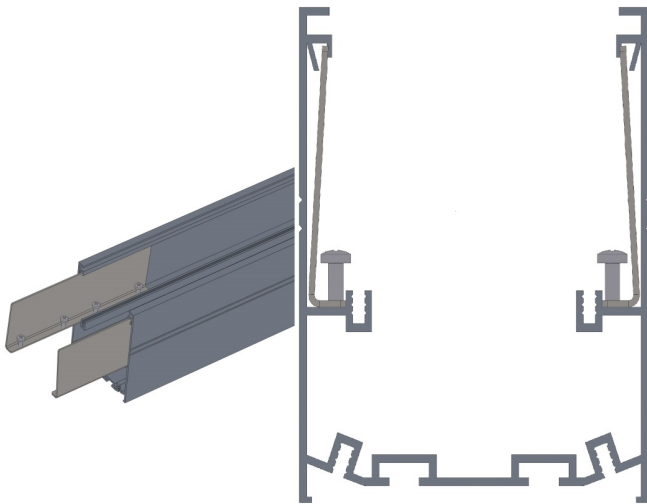

Рис.1
- Установите соединительные пластины (V4-R0-70.0006.TL0-0006) с одной стороны одного из соединяемых корпусов светильников, на глубину приблизительно равной половине длины пластины и зафиксируйте их винтами (фиксируются в распор). См. Рисунок 1